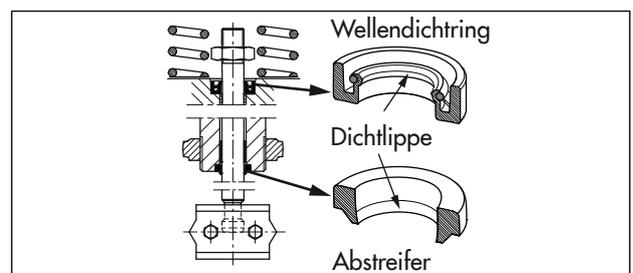

Bild 16: Ausrichtung Wellendichtring und Abstreifer
6. Wellendichtring mit geeignetem Werkzeug montieren. Dabei die korrekte Ausrichtung des Wellendichtrings beachten, vgl. Bild 16.
7. Wellendichtring mit geeignetem Werkzeug montieren. Dabei die korrekte Ausrichtung des Wellendichtrings beachten, vgl. Bild 16.